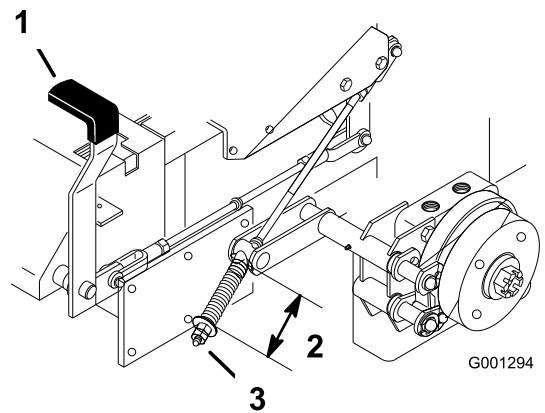

Bild 85
2. Messen Sie die Länge der Feder (**Bild 85**).
3. Falls Sie eine Einstellung vornehmen müssen, lösen Sie die Feststellbremse, lockern Sie die Klemmmutter unterhalb der Feder und ziehen Sie die Mutter direkt unter der Feder an (**Bild 85**).